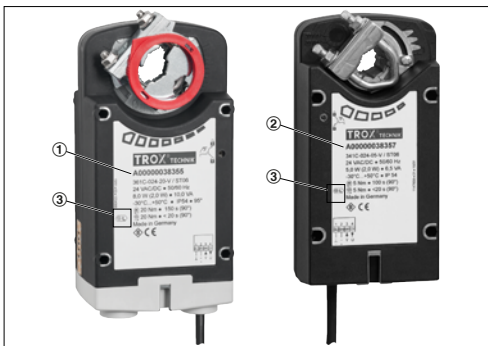
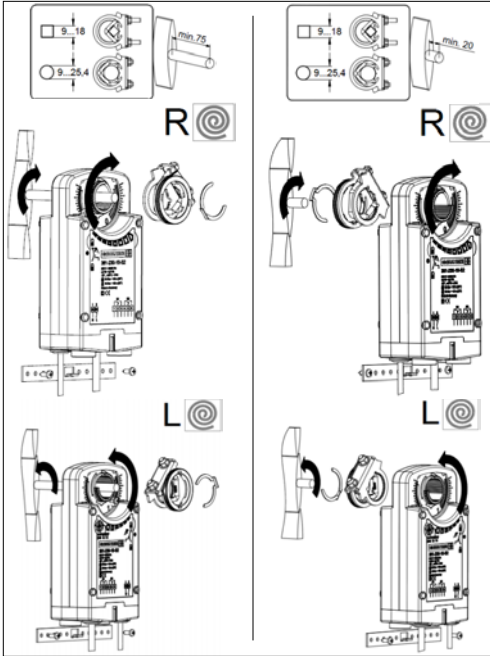

Abb. 2: Ersatz-Antriebe
Abb. 3: Montage Klemmbock
Die Ersatz-Antriebe entsprechend VVS-Regelgerät austauschen, Abb. 2:
- ▶ Antrieb in gleicher Weise montieren wie zuvor, hierbei die Montageseite (R bzw. L Abb. 2/3) beachten. Je nach Achslänge und Montageseite muss ggf. der Klemmbock des neuen Stellantriebs auf die gegenüberliegende Seite montiert werden (Abb. 3). Verbindung Klemmbügel mit Achse mit 10 Nm anziehen.